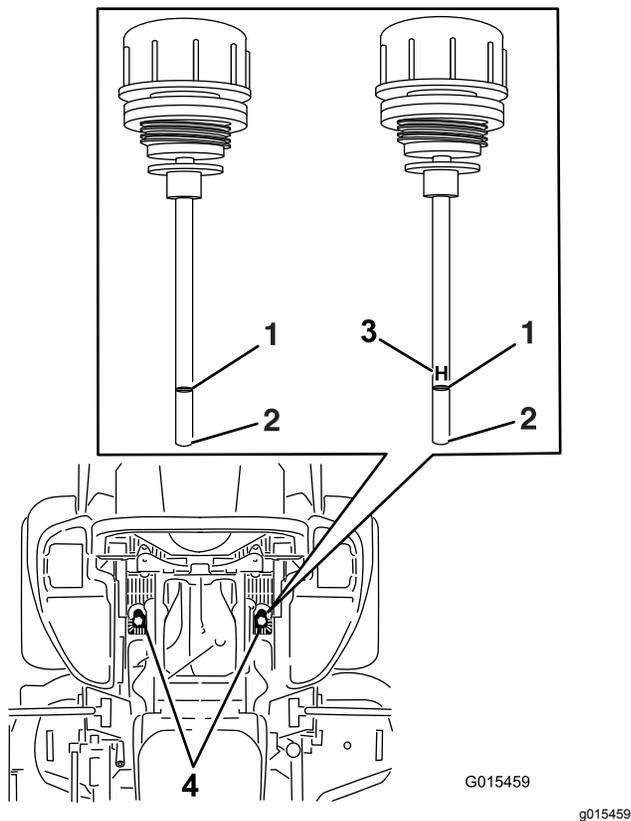

Bild 90
6. Reinigen Sie den Bereich um den Peilstab der Hydraulikanlagenbehälter (Bild 90).
7. Nehmen Sie einen Peilstab aus dem Hydraulikbehälter heraus (Bild 90).
9. Ziehen Sie den Ölpeilstab heraus und schauen Sie das Ende an (Bild 90).